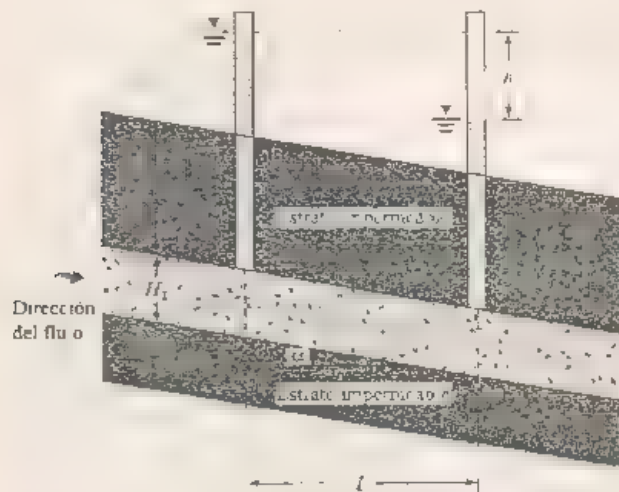

FIGURA 4.20
- 4.1 Refiérase a la figura 4.20 Encuentre la tasa de flujo en  $\text{m}^3/\text{s}/\text{m}$  de longitud (perpendicular a la sección transversal mostrada) a través del estrato de suelo permeable con  $H = 4 \text{ m}$ ,  $H_1 = 2 \text{ m}$ ,  $h = 3.1 \text{ m}$ ,  $L = 30 \text{ m}$ ,  $\alpha = 14^\circ$  y  $k = 0.05 \text{ cm/s}$ .